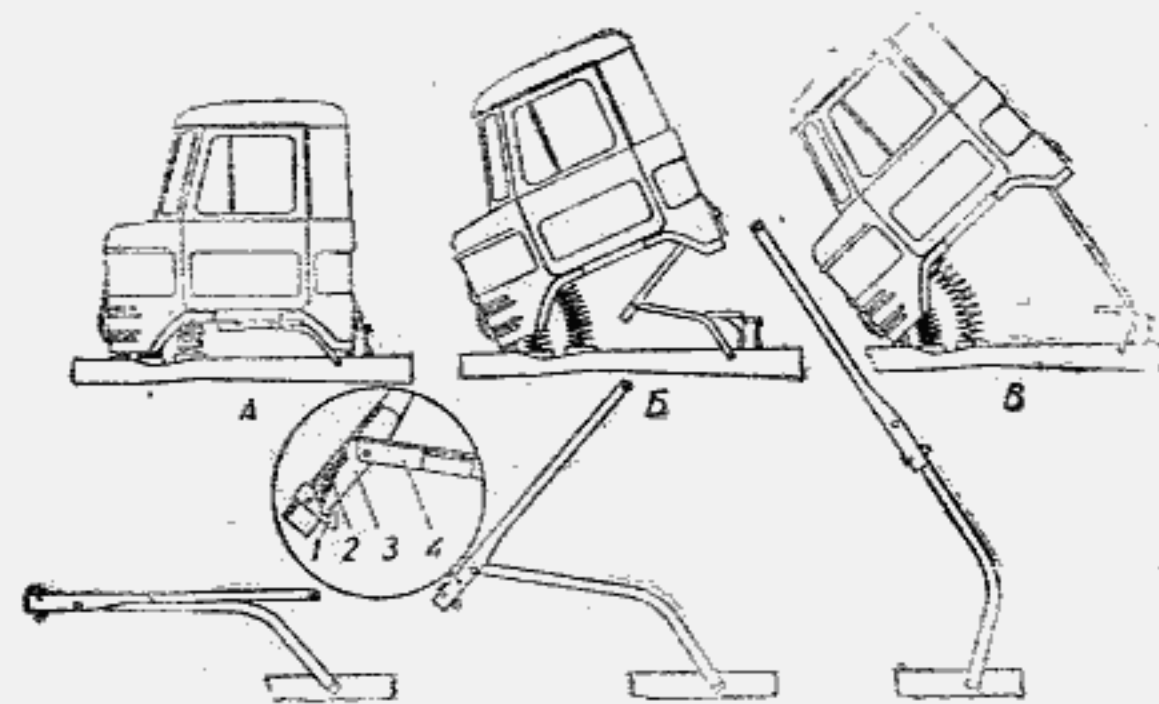

Рис. 71. Работа упора при откидывании кабины:
4. Зафиксировать кабину в открытом положении на защелке 1 (рис. 71В) упора.
Упор кабины (рис. 71) складной, шарнирного типа, одновременно служит ограничителем угла откидывания кабины. Он состоит из двух рычагов 3 и 4 и защелки 1 с пружиной 2.